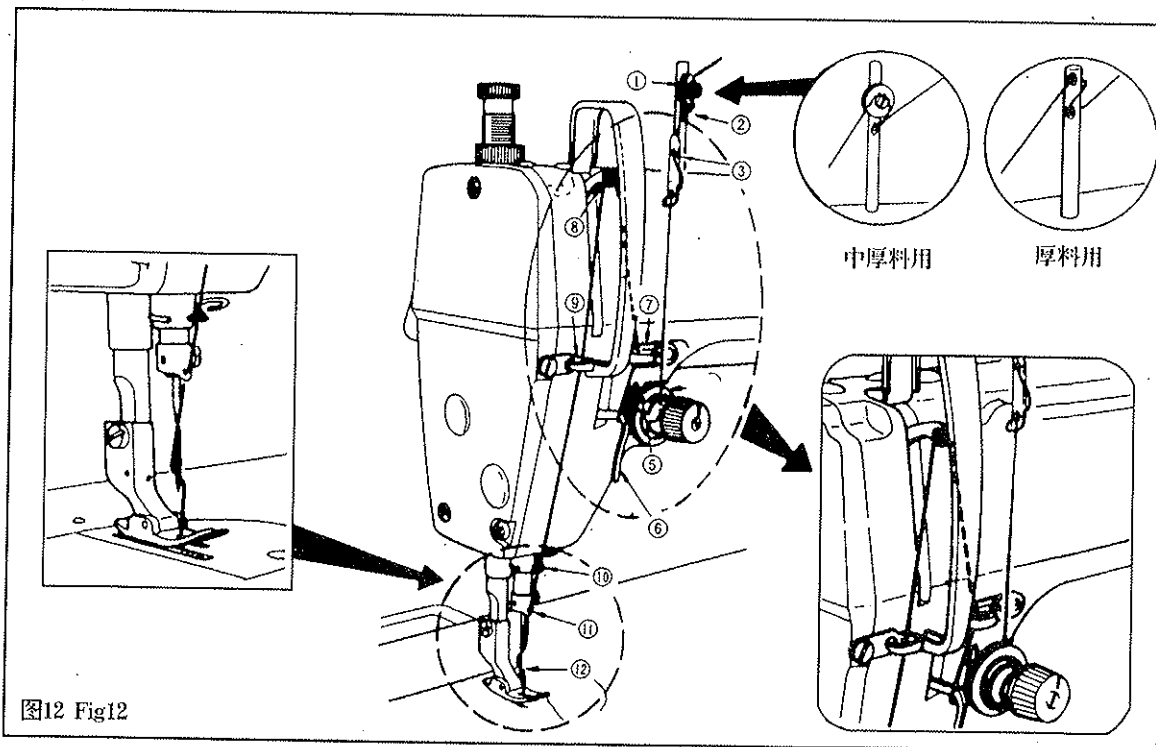

图12 Fig12
6. 面线的穿法 (图 12)
6. THREADING THE MACHINE HEAD (Fig.12)